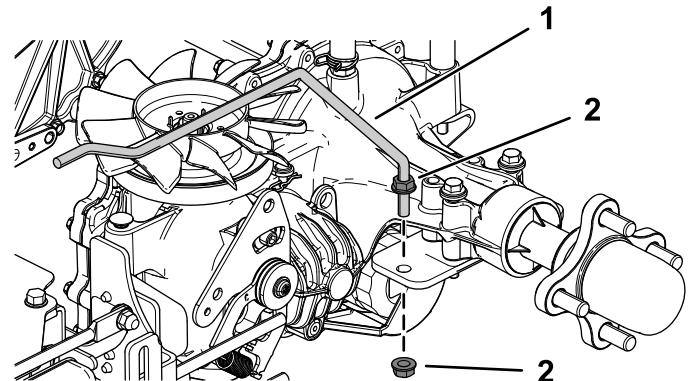

Figura 6
2. Instale las varillas de soportes traseras nuevas (derecha e izquierda) usando 2 tuercas autoblocantes ($\frac{3}{8}$ ") en cada lado (Figura 6).